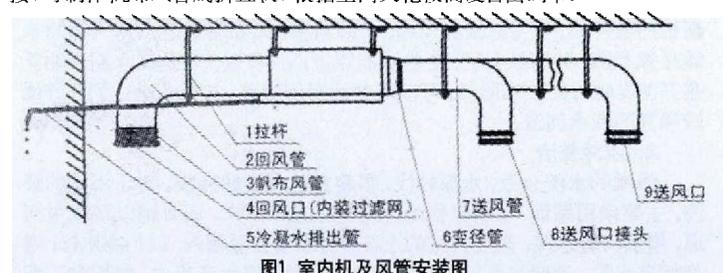

图1 室内机及风管安装图
(1) 如图1所示, 用拉杆将室内机固定在房顶, 并注意和出风管/回风管的过渡和连接; (2) 确保顶部吊挂件有足够的强度来承受机组的重量, 定好挂件位置, 并检查是否与机组对准。检查挂板是否可靠并检查机组是否有1%的倾斜度。